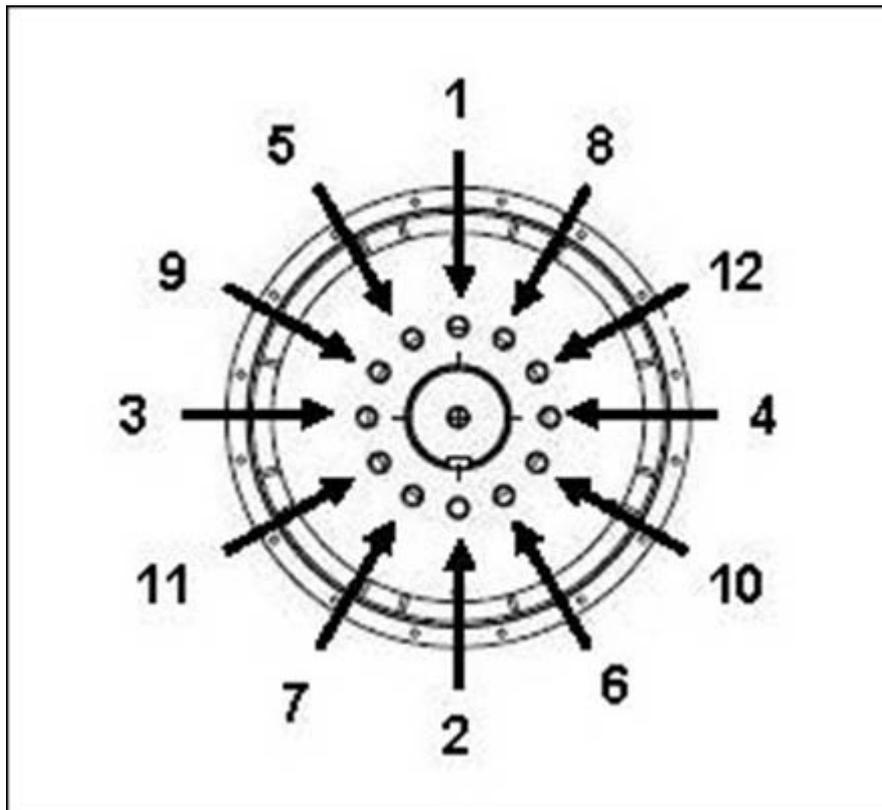

FIGURE 13. SÉQUENCE DE FIXATION AU MOYEU
4. Serrer les vis du disque d'accouplement, le cas échéant, dans l'ordre indiqué sous Figure 13 à la page 27.